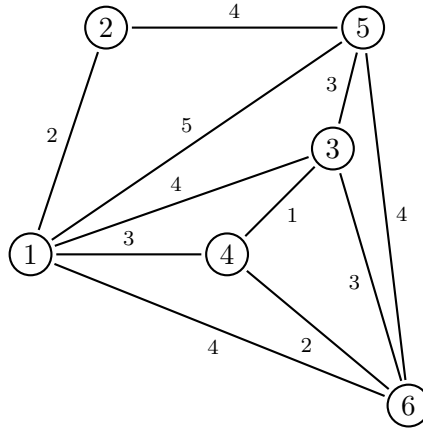

Figura 3.3: Grafo - Ejemplo 5
**Ejemplo 5** Determinar el árbol de expansión mínima de la malla de la Figura 3.3.